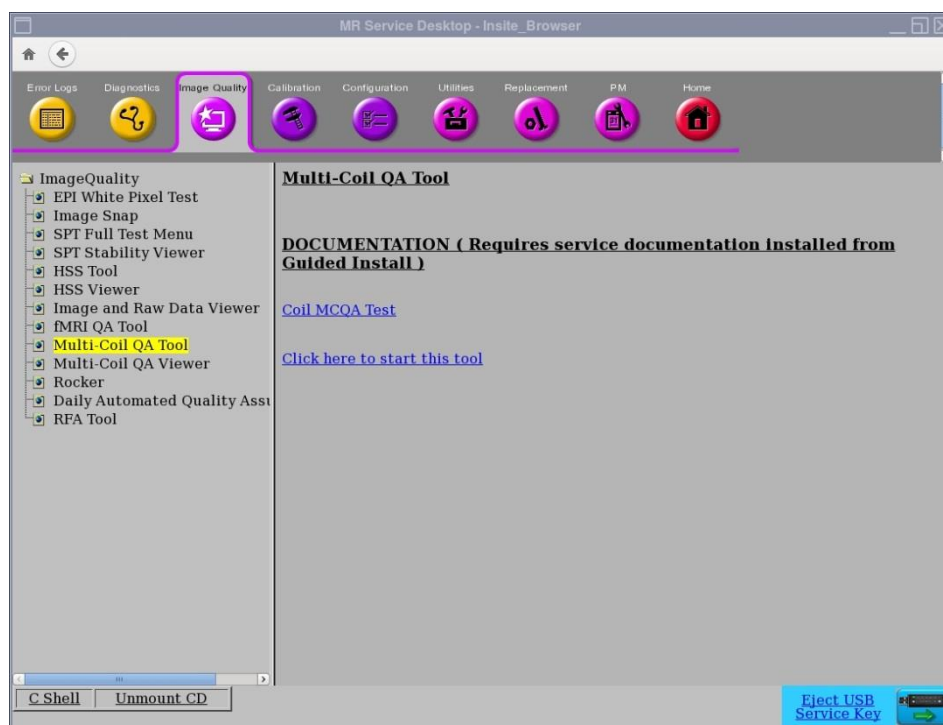

Figura 1
1. Aceda a Common Service Desktop (CSD) vá para Service Browser -> selecione [Image Quality] “Multi-Coil QA Tool” e depois clique em “Click here to start this tool”, conforme apresentado na Figura 1.